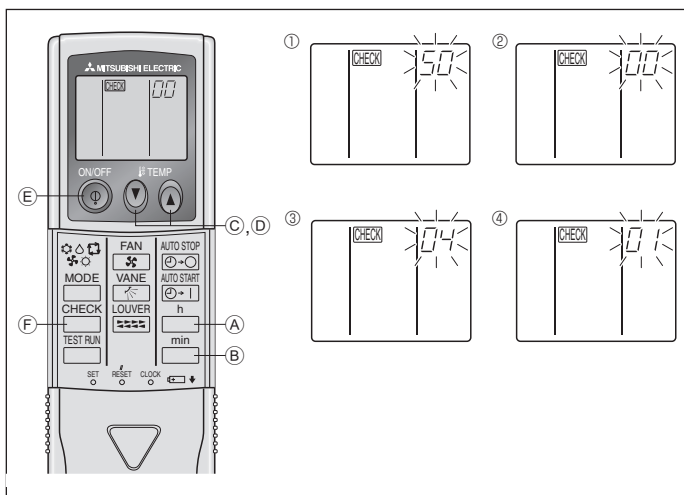

Fig. 6-10
- ⑧ Pulse el botón MODE (E) para que el modo y el número de configuración (I) y (II) estén continuamente activados y se pueda confirmar el contenido de la configuración.
- ⑨ Mantenga simultáneamente presionados los FILTER (A) y TEST RUN (E) durante dos segundos por lo menos. La pantalla de selección de funciones desaparecerá momentáneamente y aparecerá la visualización de desconexión (OFF) del acondicionador de aire.
2) Para el controlador remoto inalámbrico por infrarrojos (Fig. 6-10)